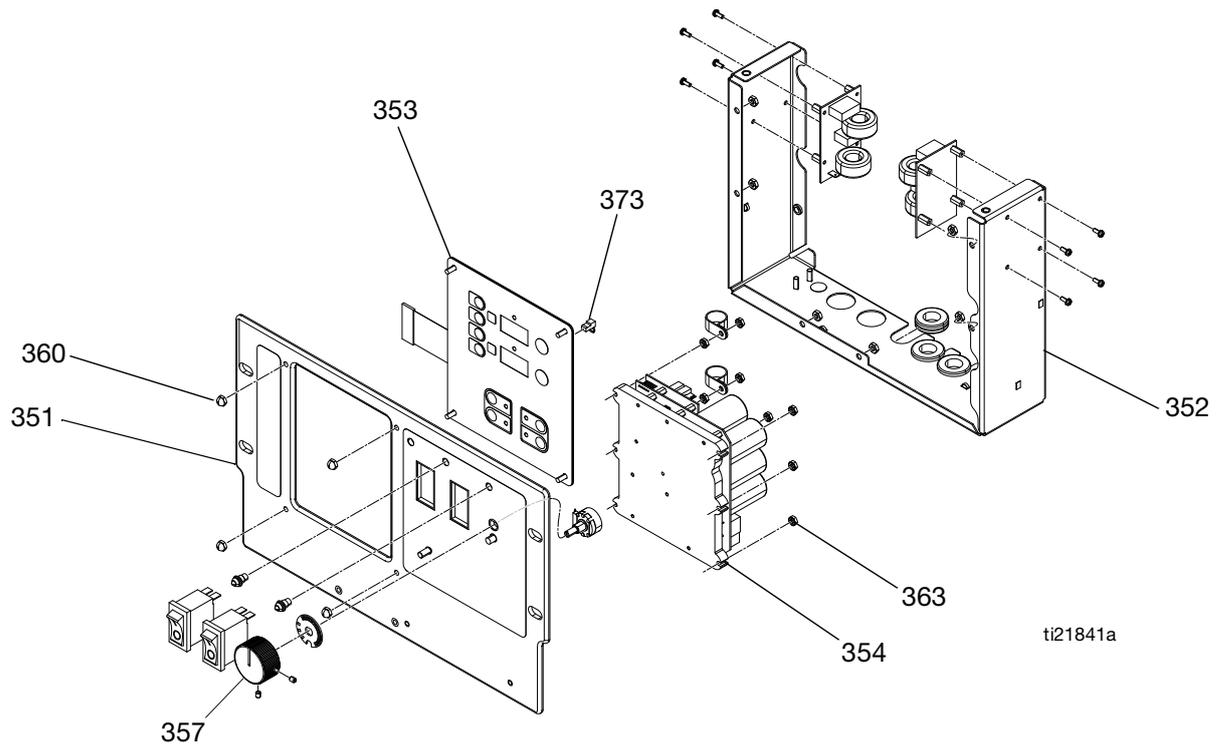

图 10 控制面板
2. 拆下螺钉 (21) 和显示窗盖 (26)。
4. 断开温度显示窗 (353) 右上角的主显示窗电缆 (81)。参见图 10 (第 43 页)。
5. 从显示窗 (353) 背面拆下引线 (373)。留出引线，将其安装在新显示窗上。
6. 从显示窗的背面断开带状电缆 (RC) 的连接；请参见图 10，第 43 页。
7. 从板 (351) 上拆下螺母 (360)。
8. 拆开显示窗 (353)，详图请参见图 10，(第 43 页)。
9. 按相反次序重新组装，请参见图 10，第 43 页。在所示位置涂抹中等强度的螺纹密封剂。
2. 卸下手推车背面的显示窗盖 (26) 以露出控制板 (354)。
3. 断开控制板 (354) 上的所有电缆和连接器。参见表 8，第 45 页。
4. 卸下六个螺母 (363)，从控制板 (354) 上拆下电路板。参见图 10（第 43 页）。